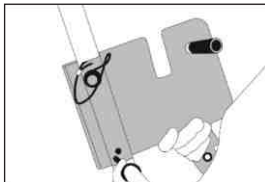

Fig. 1
- 2) La fixer grâce aux 2 goupilles d'indexage à billes (pour installation temporaire) ou à la visserie incluse dans le kit (pour installation permanente) qui viennent se glisser/se visser dans les trous de réglage de la jambe (Fig. 1).